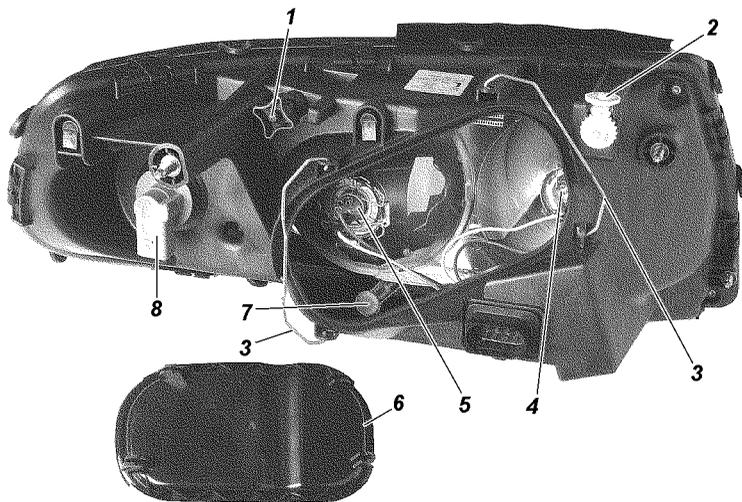

Рис. 9.42. Фара:
3. Включите ближний свет фар и, поочередно закрывая каждую фару, вращением регулировочного винта 1 (рис. 9.42) и регулировочной шестерни 2 добейтесь, чтобы светотеневая граница слева от точек Е и Е' совпала с линией 1, а справа - с линиями 2 и 2' для левой и правой фар соответственно. Точки перелома светотеневой границы должны совпадать с точками Е и Е'.
**Замена ламп фар.** Для замены лампы указателей поворота снимите колодку с патрона 8 (см. рис. 9.42), поверните патрон по часовой стрелке (для правой фары) или против часовой стрелки (для левой фары) и выньте патрон в сборе с лампой.